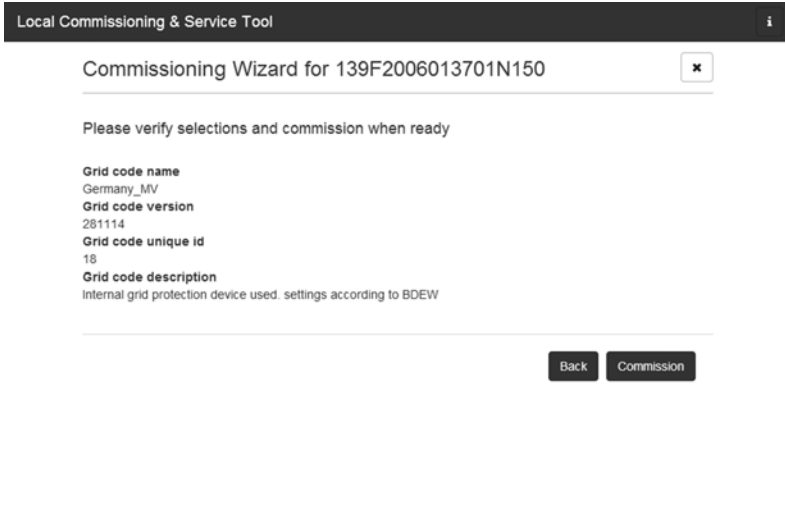

図 13 LCS ツール - 選択した国と系統連系要件の確認
9. LCS ツールは、選択した国と系統連系要件の確認を求めます (図 13 参照)。設定を変更する場合は、[Back] ボタンをクリックして前の画面に戻り、操作をやり直します。